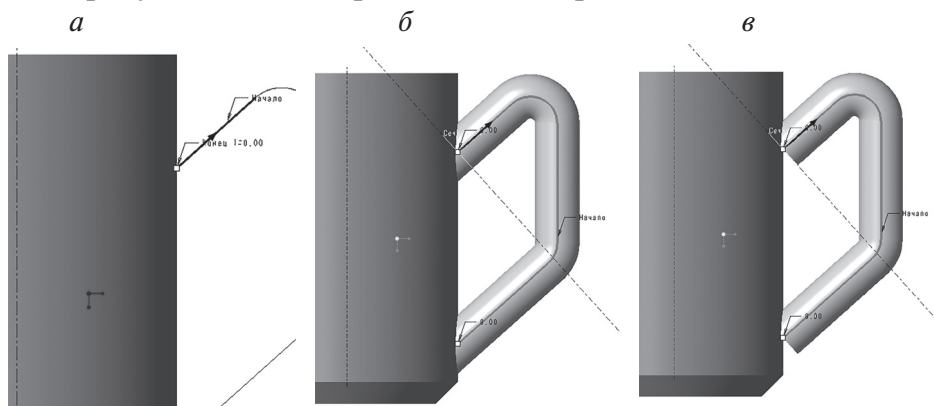

Рис. 4.22. Эскиз траектории (а) и различия атрибутов Объединить концы (Вкл) (б) и Объединить концы (Выкл) (в) операции Протянуть
- параметры **Заккрыть торцы**, **Объединить концы** назначаются только для *открытых траекторий* в операциях **Протянуть**. Различия в этих атрибутах наглядно представлены на рис. 4.22.